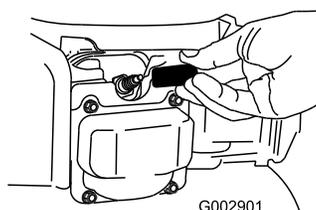

図 36
2. 整備などの前には、必ず点火プラグコードを外す 図 36。